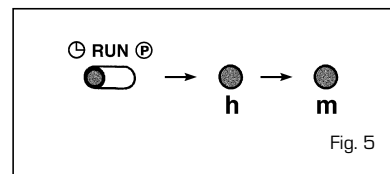

Fig. 5
- **Programación de la hora (fig. 5)**